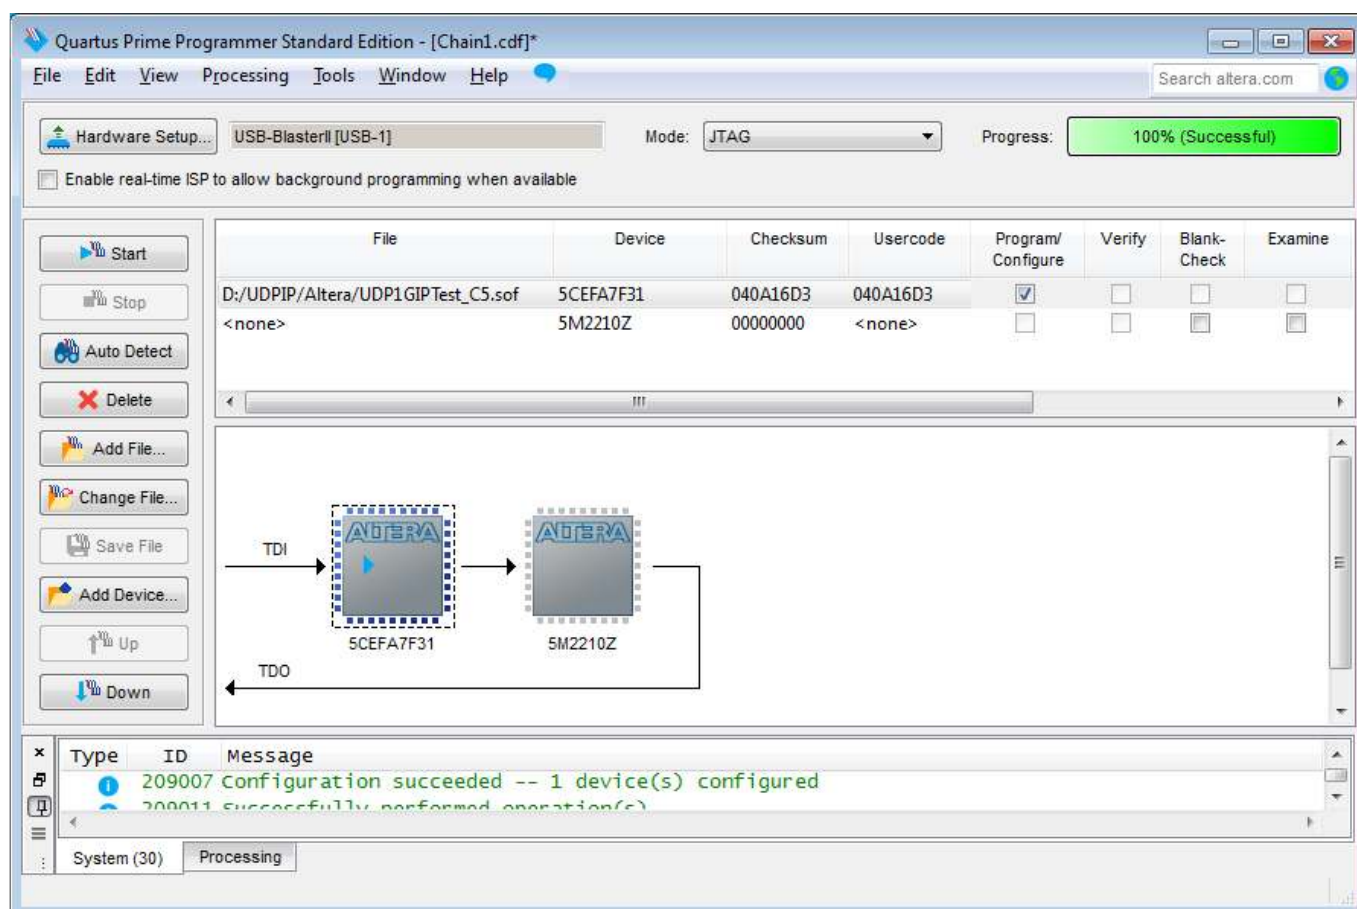

図 4-1: QuartusII プログラマから評価用 SOF ファイルをダウンロード
- (1) FPGA ボード付属の USB ケーブルを FPGA ボードと PC 間に接続し、電源を FPGA ボードに接続します。
- (2) イーサネット・ケーブルを FPGA ボードと PC 間に接続します。
- (3) 3 章[PC 設定]の様に、PC 上のネットワーク設定を行います
- (4) FPGA ボード電源を投入します。
- (5) 下図 4-1 のように QuartusII プログラマを開き、評価用 SOF ファイルを FPGA ボードへダウンロードします。